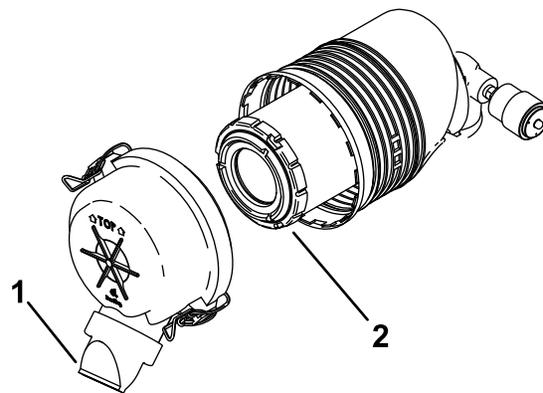

Рисунок 41
- D. Установите крышку воздухоочистителя таким образом, чтобы пылезащитный колпачок был ориентирован вниз, как показано на Рисунок 41, и закройте защелки.